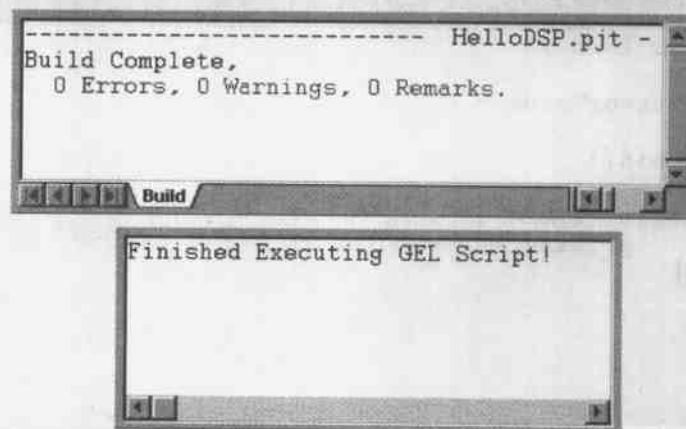

图 9.7 程序运行输出的信息
(4) 在 File 菜单中,执行 Save As 命令。
(5) 浏览文件夹 D:\\application\\ccs\\tutorial\\sim54xx\\gelsolid\\,在保存对话框中,选择 GEL 类型的文件,把文件存为 projectmanagement.gel。
(6) 在 File 菜单中,执行 Load GEL 命令,将刚才修改好的 projectmanagement.gel 文件载入。
(7) 在 GEL 菜单中,选择 Project Management Tool→Run\_Project 项。该命令将载入 hellodsp 工程,编译并执行 hellodsp.out 程序,程序运行将输出如图 9.7 所示的信息。